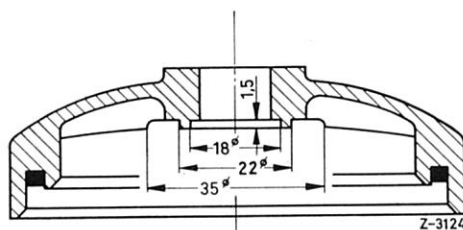

Bild 00-46/1
7. Fahrnageln, vom Filter beeinflusst.	Kraftstoff-Filter gegen Filzplatten-Filter, Teil-Nr. 000 477 54 15, auswechseln. Bei Filtereinsätzen mit Filzdichtringen Filterdeckel nach Bild 00-46/1 nacharbeiten.